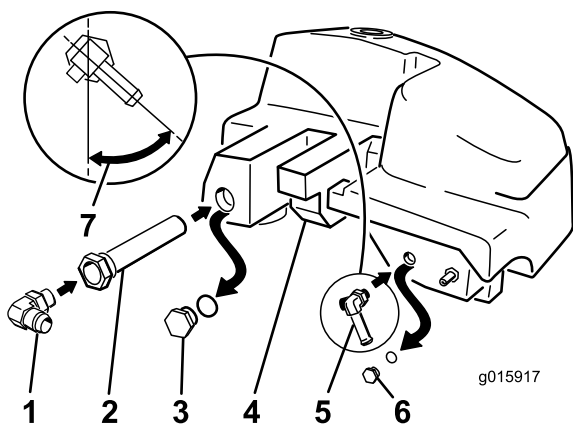

Figura 8
4. Instale o pequeno T de 90 graus com parte rosca no local onde retirou o pequeno tampão (Figura 8).